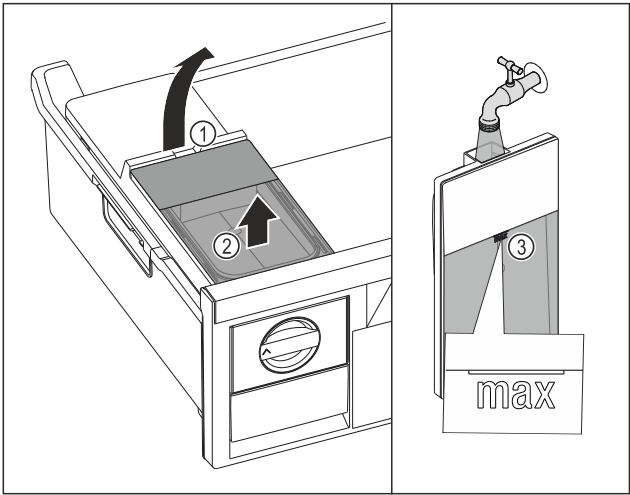

Fig. 152
- ▶ 从凹槽 Fig. 152 (1) 抬起水箱。
- ▶ 向上取出水箱。 Fig. 152 (2)
- ▶ 向水箱注入饮用水，直至标记 Fig. 152 (3)。